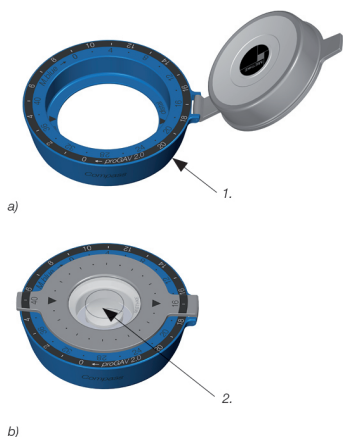

Fig. 11: M.blue plus Compass
M.blue plus Compass (Fig. 11) servește la localizarea și citirea unității gravitaționale reglabile (M.blue), precum și a unității de presiune diferențială reglabile (proGAV 2.0) a M.blue plus.